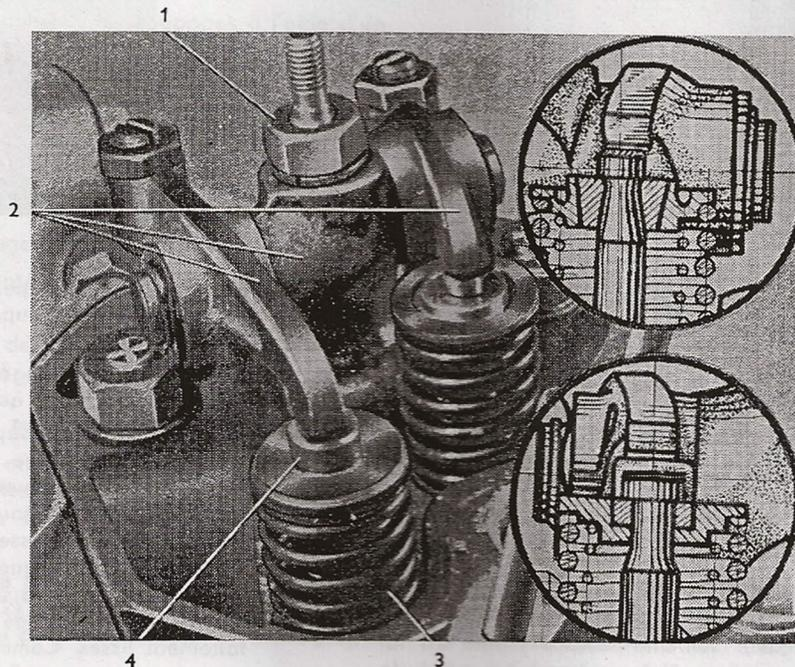

Fig. 43
2. Desserer l'écrou M 12 (fig. 43/1) et déposer le support de l'axe avec les culbuteurs (fig. 43/2). S'il faut déposer les culbuteurs du support de l'axe, enlever l'anneau de retenu extérieur, retirer la rondelle et les culbuteurs (le culbuteur plus court ouvre la soupape d'admission).
3. En vue de remplacement des ressorts de soupape (fig. 43/3) amener au point mort haut le piston du cylindre auprès de la culasse sur laquelle le remplacement est effectué.
5. Retirer le cône de soupape (fig. 43) le cylindre de clavetage en cas de la soupape d'échappement, enlever la cuvette et enlever le ressort défectueux.